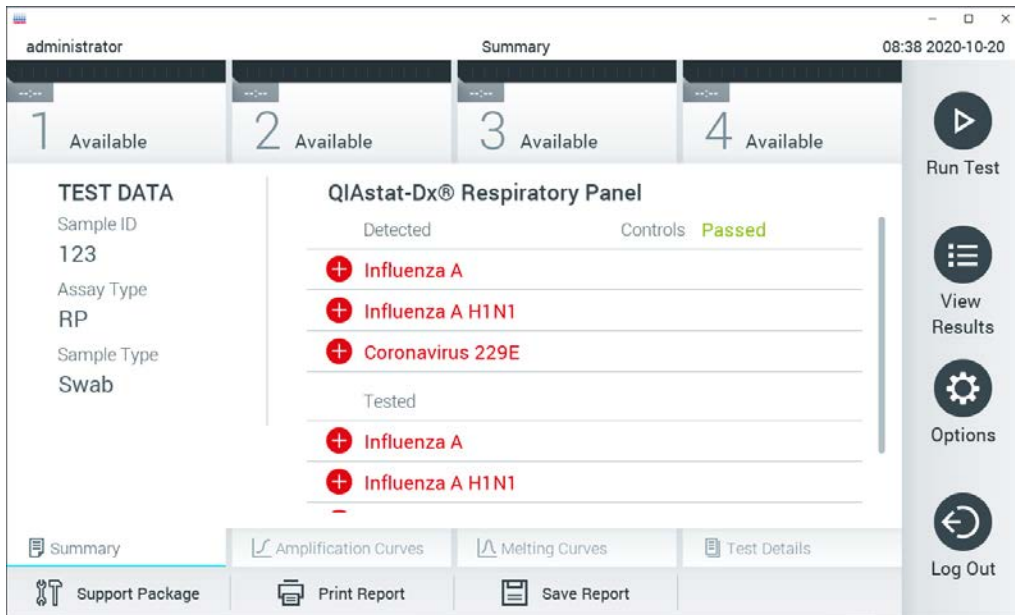

Рис. 30. Экран «Summary» (Сводные данные) с результатами.
11. После извлечения картриджа для тест-системы QIAstat-Dx отобразится экран **Summary** (Сводные данные) с результатами (рис. 30). Подробнее см. в разделе 5.5.